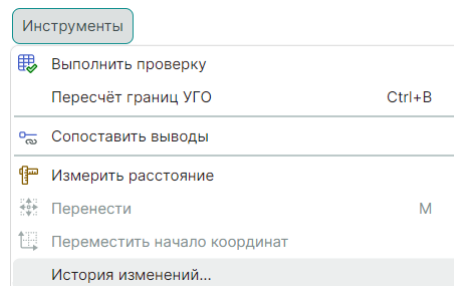

Рис. 330 Переход к истории изменения компонента из главного меню
- в главном меню программы при активном окне редактора компонента, выберите пункт «Инструменты» → «История изменений...», см. Рис. 330.